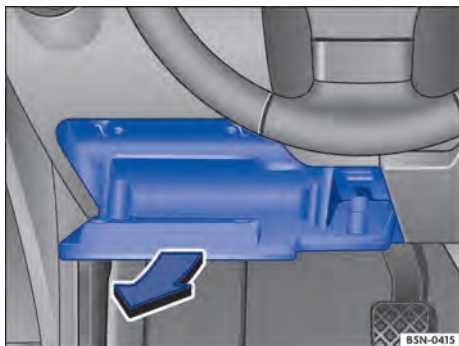

Fig. 238 No lado do condutor do painel de instrumentos: cobertura da caixa de fusíveis.
- Abrir o porta-objetos e puxar com força para trás, no sentido da seta ⇒ Fig. 238.